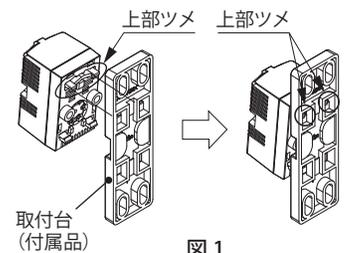

図 1
- ① 本体の上部ツメを取付台の穴に引っ掛けます。(図 1)